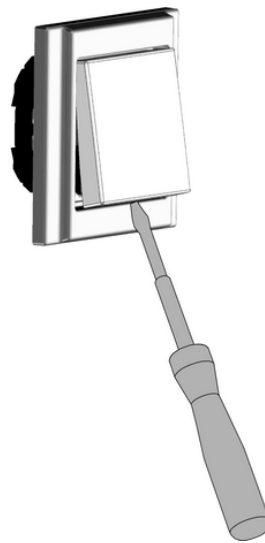

Figura 5: Desmontar la tapa
- i** No dañar la tapa (4) ni el marco de diseño (2).
- Colocar el destornillador en la entalladura de la parte inferior (figura 5) y levantar la tapa (4) con cuidado, haciendo palanca.
- Soltar el tornillo (5).
- Retirar el dispositivo electrónico (3) del módulo.
- Quitar la tapa (4) (figura 5).